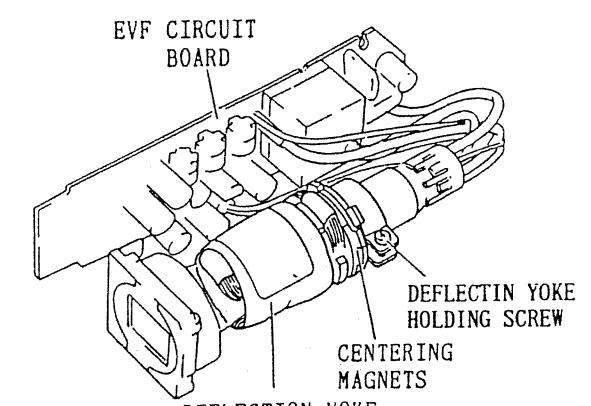

Fig. 4-13
(Fig. 4-13)
**2) EVF Centring Adjustment (Fig. 4-13)**